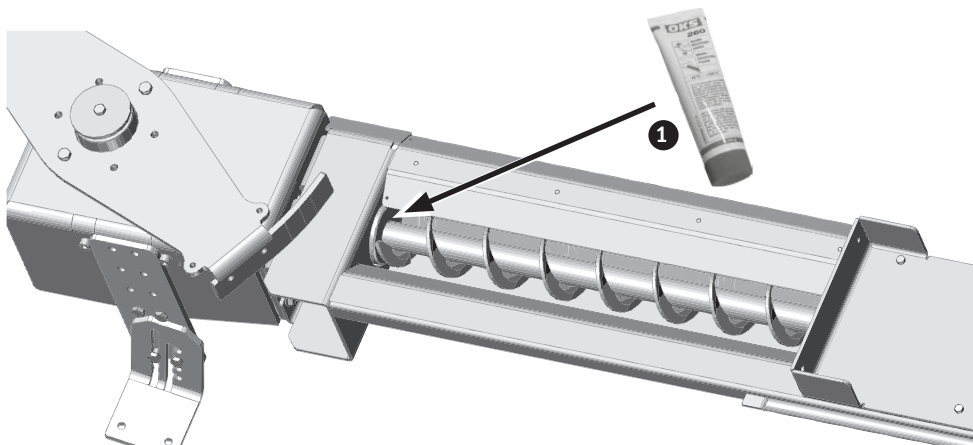

Fig. 130 Schnecke mit dem Rührwerk-Getriebe verbinden
- ▶ Schnecke in den Austragungsschacht einschieben und mit dem Rührwerk-Getriebe verbinden – Fig. 130.